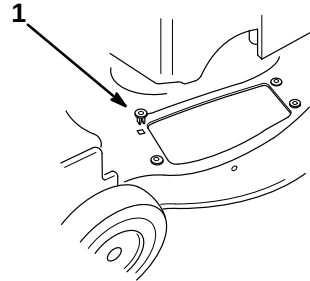

Figure 33
5. Insérer les quatre œillets fournis avec le sac de ramassage dans les quatre trous carrés du carter de tondeuse (Fig. 33).